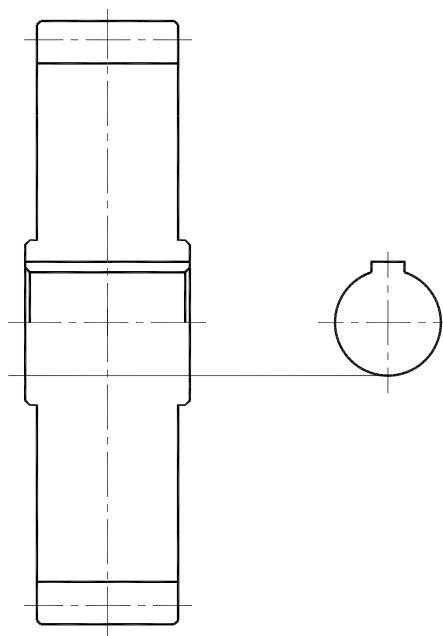

Рис. 97
9) С использованием команды **ЗЕРКАЛО** получить полный фронтальный разрез зубчатого колеса. Осью зеркального отображения служит горизонтальная ось (рис. 97).
10) Для завершения разреза провести горизонтальную линию из нижней границы отверстия (рис. 97). Лишний участок удалить командой **ОБРЕЗАТЬ**. Срезать фаски – команда **ФАСКА**.